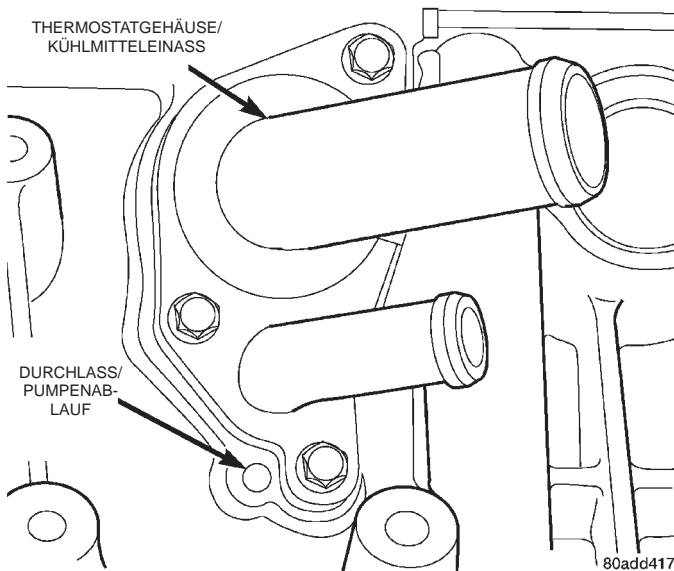

Abb. 34 Durchlaß/Pumpenablauf—2.7L-Motor
- (1) Beschädigungen oder Risse am Pumpengehäuse.
- (2) Kühlmittelaustritt; eine Undichtigkeit am Wellendichtring ist an Spuren von dicken Ablagerungen von angetrocknetem, grün-braunem Glykol erkennbar, das am Pumpengehäuse (3.2L-Motor) oder Durchlaß/Pumpenablauf (2.7L-Motor) (Abb. 34) und den darunter befindlichen Bauteilen herunterläuft. Ein dünner schwarzer Fleck unterhalb der Ablaufbohrung/-durchlaß der Wasserpumpe ist dagegen ein Anzeichen für normale Funktion der Wasserpumpe.
- (3) Flügelrad schleift an der Innenseite des Zylinderblocks (2.7L-Motor) oder an der Innenseite der Zahnriemenabdeckung (3.2L-Motor).
- (4) Übermäßig loses oder rauh drehendes Lager.
HINWEIS: Ein geringfügiger Ausfluß von Kühlmittel an der Ablaufbohrung der Wasserpumpe ist völlig normal (schwarzer Fleck am Gehäuse der Wasserpumpe). Die Wasserpumpe ist daher nicht auszutauschen, wenn dieser Zustand vorliegt. Die Wasserpumpe muß dagegen ausgetauscht werden, wenn am Gehäuse der Wasserpumpe (3.2L-Motor) oder Durchlaß/Pumpenablauf (2.7L-Motor) starke Ablagerungen oder ein ständiger Strom grün-braunen Kühlmittels beobachtet wird (defekter Wellendichtring) (Abb. 34). Die Wasserpumpe erst nach gründlicher Fehleranalyse austauschen.